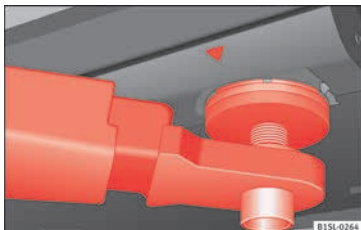
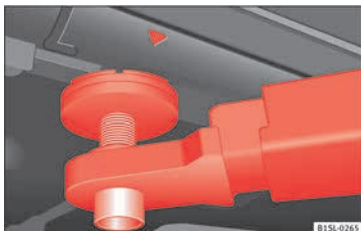

Abb. 158 Aufnahmepunkte vorn zum Anheben mit der Hebebühne oder dem Wagenheber.
Abb. 159 Aufnahmepunkte hinten zum Anheben mit der Hebebühne oder dem Wagenheber.
Das Fahrzeug darf nur an den in den Abbildungen » Abb. 158 und » Abb. 159 gezeigten Punkten angehoben werden. Wenn das
- Fahrzeug nur an den in den Abbildungen » Abb. 158 und » Abb. 159 gezeigten Punkten anheben. Wenn das Fahrzeug nicht an